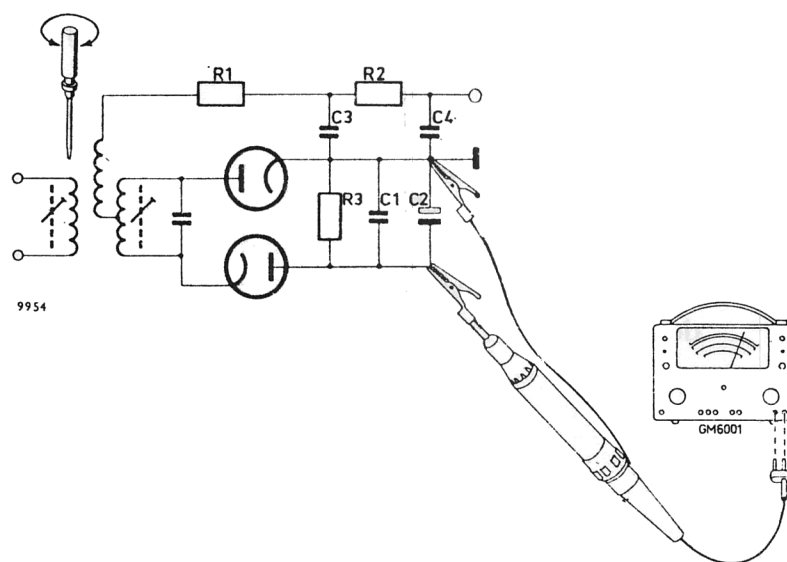

Fig. 17. Mise au point des circuits M.F.
Connecter le voltmètre électronique au condensateur électrolytique C2 (fig. 17). Régler le voltmètre électronique pour une sensibilité (tension continue) de  $-3\text{ V}$ .
6. Régler le noyau du circuit primaire (fig. 17) du dernier filtre de bande M.F. (détecteur de rapport) de façon à avoir une déviation maximale sur le voltmètre électronique. Régler toujours la tension de sortie du générateur de façon que la déviation du voltmètre électronique ne dépasse pas  $-3$  V.
1. Connecter le voltmètre électronique aux bornes du condensateur électrolytique C2 (fig. 17), après l'avoir réglé pour une sensibilité de  $-3\text{ V}$ , tension continue.